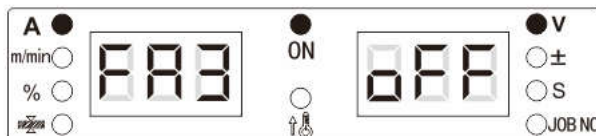

Рисунок 3-19. Отображение функции FA3 на цифровых дисплеях
2. Поворотом регулятора панели управления установите выбор функции FA3 (см. Рисунок 3-19).